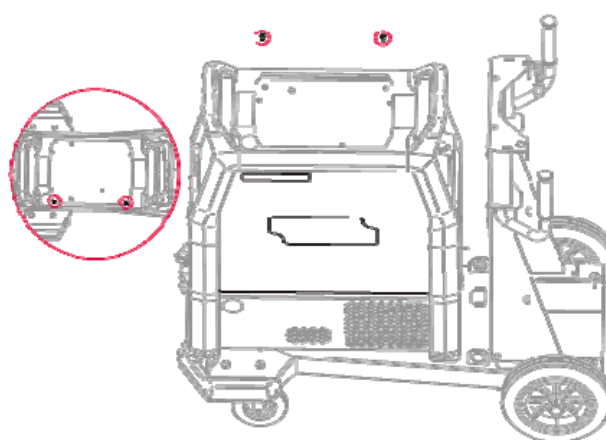

Figura 5
- Posizionare il pannello laterale (Figura 5).
- Assemblare il pannello laterale, avvitare le due viti M5x20 (Figura 5).